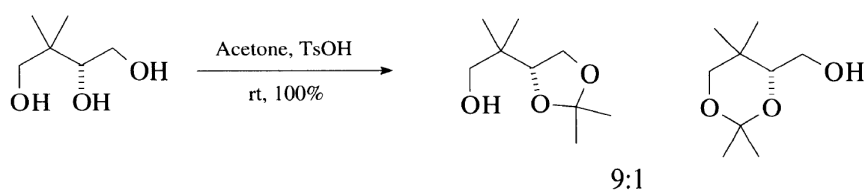

Figure 5 – Réaction de protection du polyol (Source : Greene (p. 207)).
Pour cela, on va former un acétal par addition d'acétone sur le diol vicinal. En effet, l'acétal cyclique à 5 membres est thermodynamiquement plus stable que celui à 6, c'est pourquoi il est formé majoritairement (figure 5).
- **spécificité et sélectivité** (chimio, régio, stéréo, ...) : L'exemple de la figure 5 utilise la régiosélectivité pour protéger deux des fonctions alcools sur trois ;